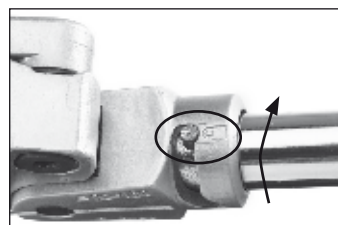

Abbildung 14 – VERRIEGELN
3. Drehen Sie den Biegegriff so, dass der Stift sich in die Position "verriegelt" bewegt. Achten Sie darauf, dass der Griff sicher am Gleitstück befestigt ist. (Abbildung 14).